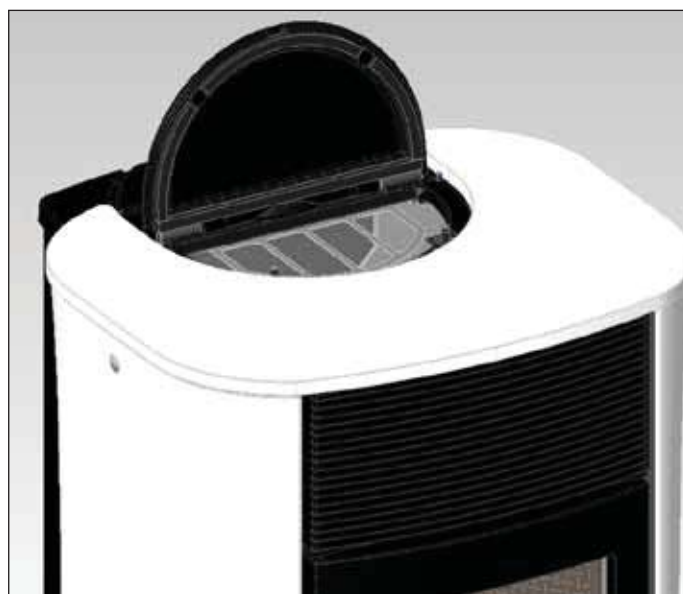

fig. 2
- Calzare anteriormente un elemento corto copricanna (B - fig. 2) e posteriormente un elemento lungo copricanna (C - fig. 2)